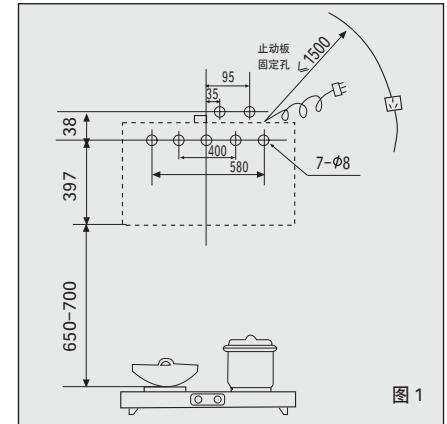
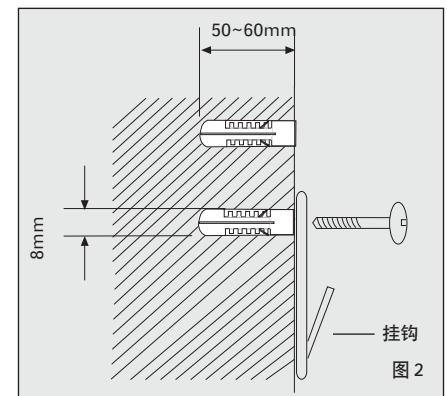

图1
图2
1、按图1尺寸在灶具上方坚实的地方准确确定冲击钻钻孔位置。冲击钻配上M7的麻花钻头或M6的冲击钻头，在钻孔位置上钻出7个直径为8mm，深为50~60mm的孔，牢固埋设膨胀管，在下排的5个孔上固定挂钩，旋入木螺钉拧紧（如图2）。
- ★ 电源插座应在小于1500mm的地方（见图1）。